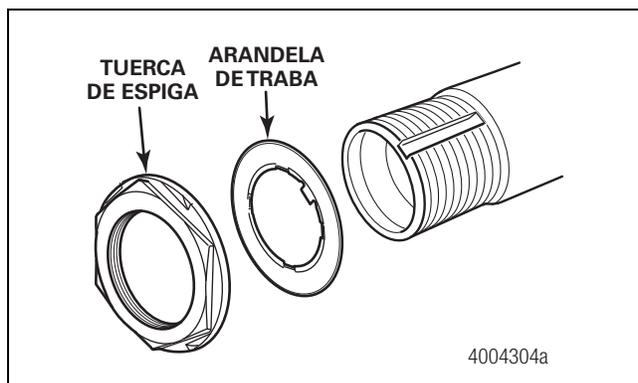

Figura 4.19
4. Revise las roscas de la espiga. Figura 4.19.